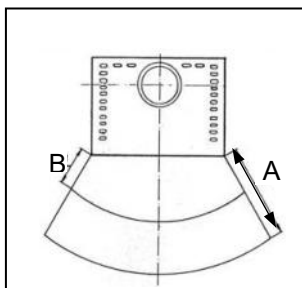

Bild 2
Sicherheitsabstand reduziert sich auf **75 cm (B)**, wenn ein belüfteter Strahlungsschutz vor das zu schützende Bauteil montiert wird (Bild 2)